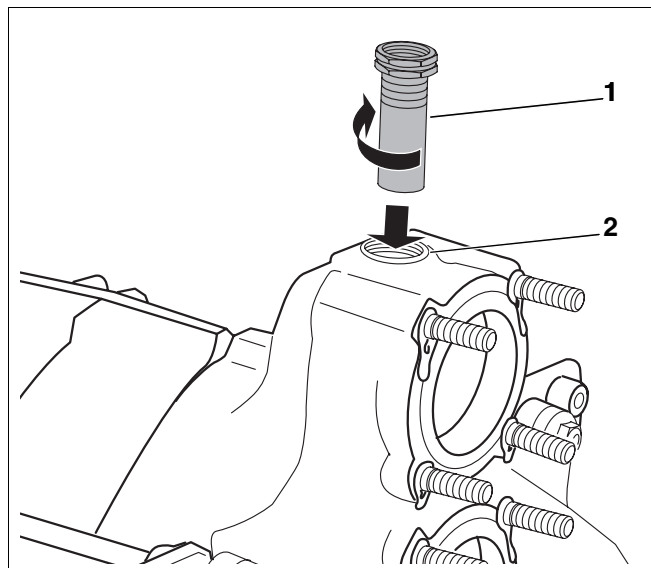

Fig. 20 Montasje – følerlomme
- Sett den $\frac{3}{4}$ " følerlommen (lengde: 110 mm) (fig. 20, **pos. 1**) ovenfra inn i den $\frac{3}{4}$ " gjengeboringen i turstussen (fig. 20, **pos. 2**).